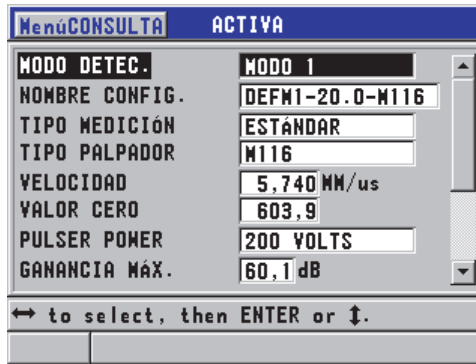

Figura 10-1 Pantalla ACTIVA para la configuración de una sonda monocristal
5. En la pantalla **ACTIVA** (véase la Figura 10-1 en la página 187):